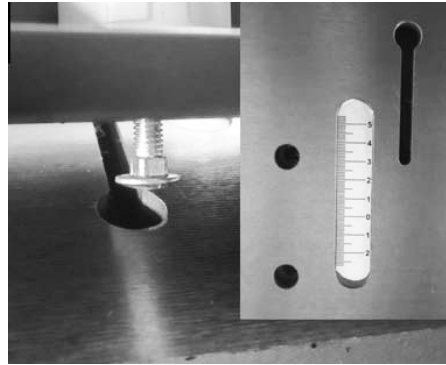

Fig. 9: De freesaanslag monteren
2. Steek de koppen van de schroeven met kunststof kop door de gaten in de groeven in de tafel (Afbeelding 9).